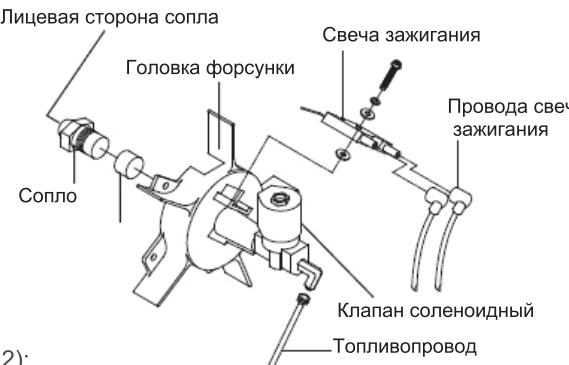

Рис.12.
**Чистка сопла (рис. 12):**
- Слейте залитое топливо через сливное отверстие, открутив сливной болт (рис. 12).